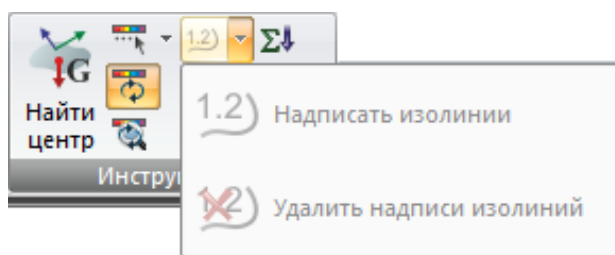

Рис.43. Раскрывающийся список **Надписать изолинии**
**Надписать изолинии** (рис.43)– раскрывающийся список. Добавление или удаление надписей изолиний – численных значений при просмотре изополей: